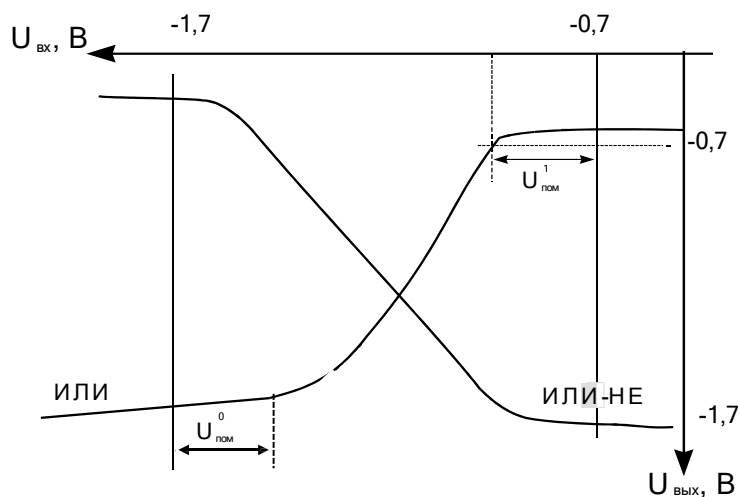

Рис. 2. Передаточная характеристика ЛЭ типа ЭСЛ
*Передаточная характеристика* — зависимость выходного напряжения от входного, по этой характеристике можно определить помехоустойчивость ИМС (рис. 2).